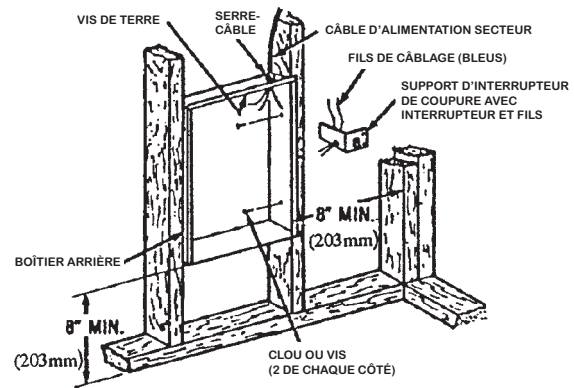

Fig. 1 Positionnement du boîtier arrière dans une construction neuve
3. L'alimentation électrique entre dans le boîtier arrière par les pastilles à enfoncer sur le côté DROIT du boîtier (Voyez la Figure 1). Voyez également le marquage de HAUT sur le boîtier arrière pour la bonne orientation.
1. Montage du boîtier arrière (Voyez la Figure 1).
- c. Fixez le boîtier arrière en place avec des vis à bois ou des clous comme c'est montré en Figure 1.
2. Câblage de l'alimentation électrique (Voyez la Figure 1.)